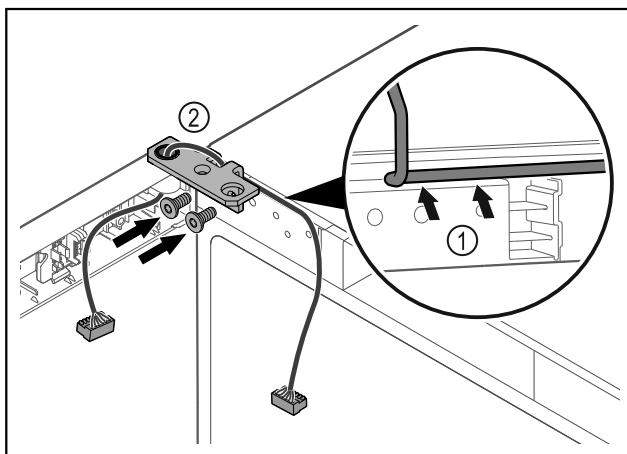

Fig. 42
- ▶ Prakiškite laidą pro šarnyrinio kampuočio angą ir atsargiai nutieskite Fig. 42 [1].
- ▶ Prisukite šarnyrinį kampuočių Fig. 42 [2].